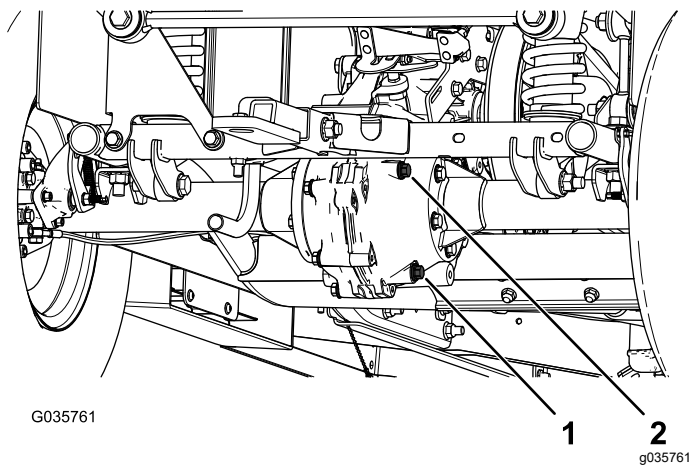

Figura 59
4. Tire o tampão de enchimento do conjunto eixo-transmissão (Figura 59).
- Se o nível de fluido estiver baixo, retire o tampão de enchimento e adicione o fluido especificado até sair pelo furo (Figura 59).
- Alinhe um recipiente de escoamento com o tampão de escoamento (Figura 59).
- Retire o tampão de enchimento e o vedante (Figura 59).
- Retire o tampão de escoamento e o vedante e deixe o fluido escoar completamente (Figura 59).